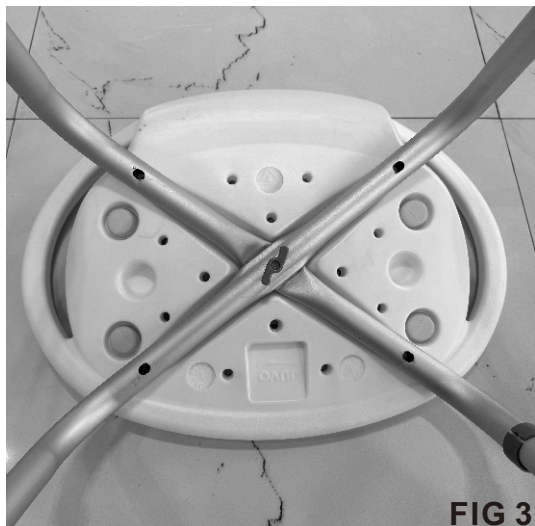

FIG 3
- Coloque a braçadeira em forma de U n.º 2 em cima da braçadeira em forma de U n.º 1, no canal recuado marcado com o n.º 2. (Consulte a FIG. 3)